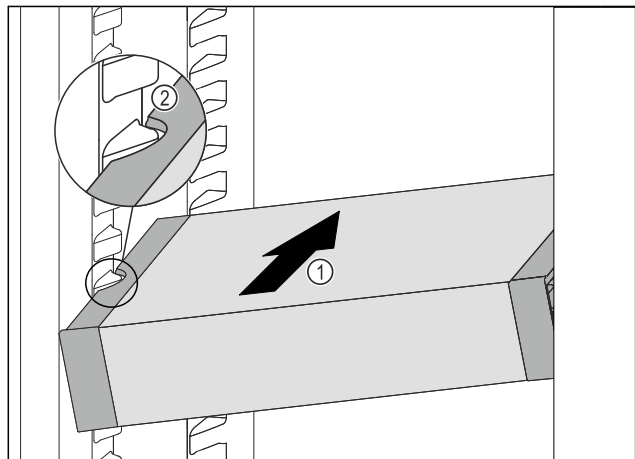

Fig. 99
- ▶ Insérer le VarioSafe en biais dans la partie réfrigérateur Fig. 99 (1) jusqu'à ce que les encoches latérales Fig. 99 (2) du VarioSafe se trouvent à la hauteur de la nervure du bac dans la partie réfrigérateur.